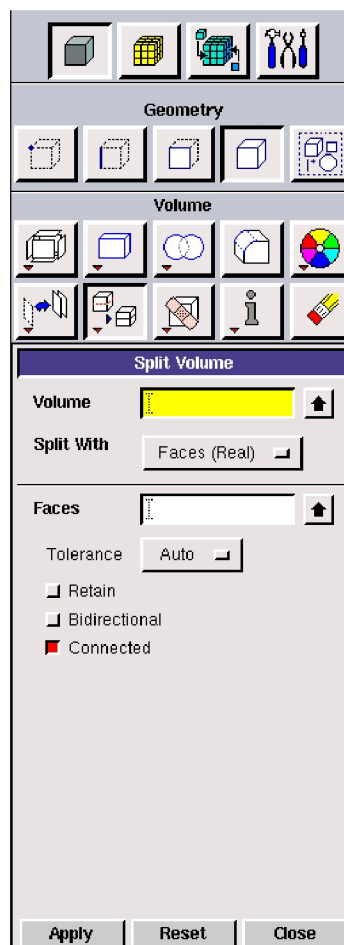

Рисунок 89 – Меню *Split Volume*
4. Деление объема на части (рисунок 89).
В меню *Split Volume* выбирается объем радиатора, в окне *Split with* выбирается *faces* и нажимается кнопка *Apply*. Эта операция выполняется еще раз, для того чтобы получить отдельные объемы для бачков и трубок радиатора. Необходимо активизировать функцию *Connected* (см. рисунок 89).